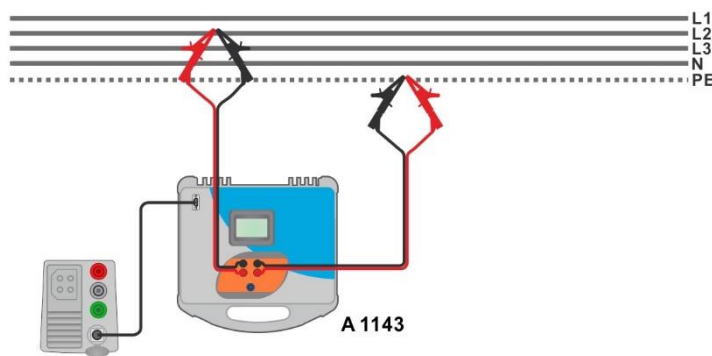
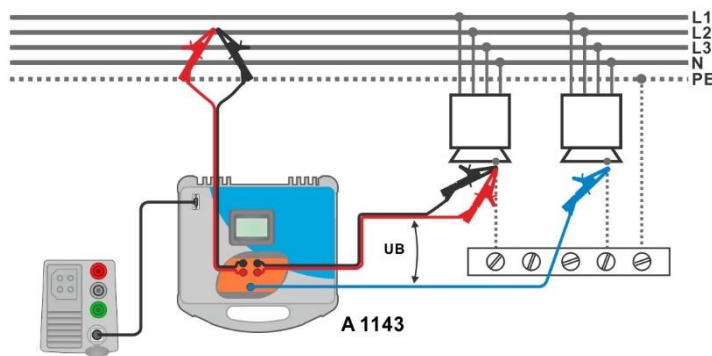

Figura 7.49: Medición de impedancia de bucle de alta precisión – conexión de A 1143
Figura 7.50: Medición de tensión de contacto – Conexión de A 1143
- Conecte las puntas de prueba al objeto a prueba, vea la **Figura 7.49** y **Figura 7.50**.